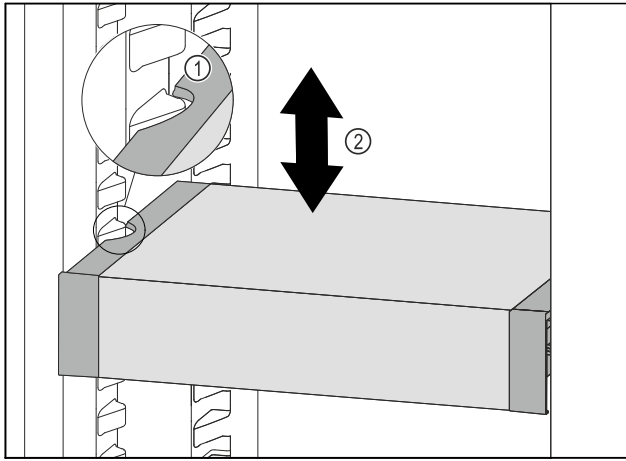

Fig. 60
- ▶ VarioSafe naar voren trekken tot de uitsparingen aan de zijkant van de VarioSafe zich ter hoogte van de rib in het koelgedeelte bevinden. Fig. 60 (1)
- ▶ VarioSafe in het koelgedeelte omhoog of omlaag bewegen tot de gewenste hoogte is bereikt. Fig. 60 (2)